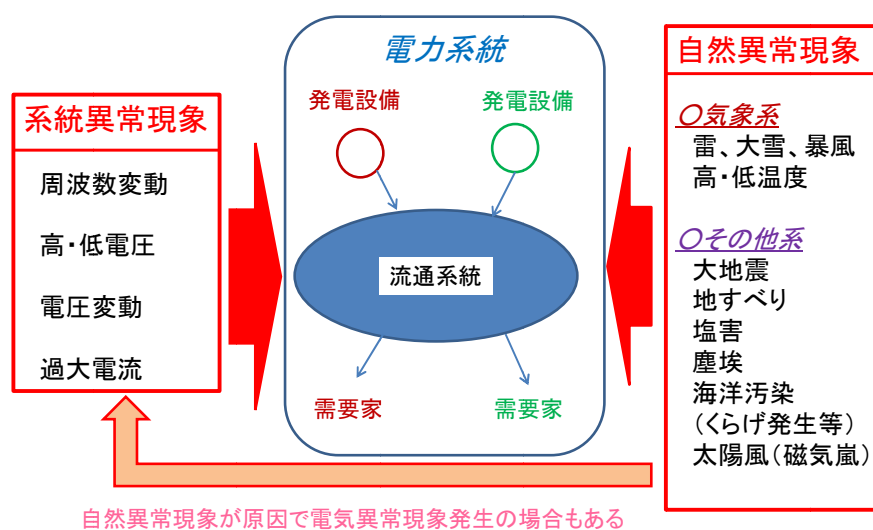

図 11 回-1 電力系統が遭遇する異常現象
・電力系統が遭遇するさまざまな現象 (図 11 回-1)
(1) 電力系統の守り方：設備が壊れる場合の対応 (図 11 回-2)